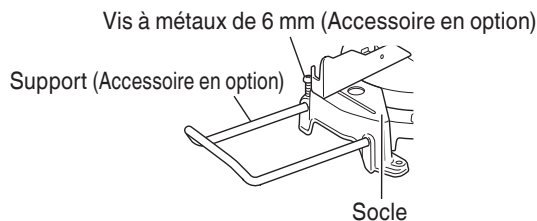

Fig. 9
- Comme l'indique la Fig. 9, installer le support dans les trous sur le côté du socle et l'attacher avec une vis à métaux de 6 mm (Accessoire en option).